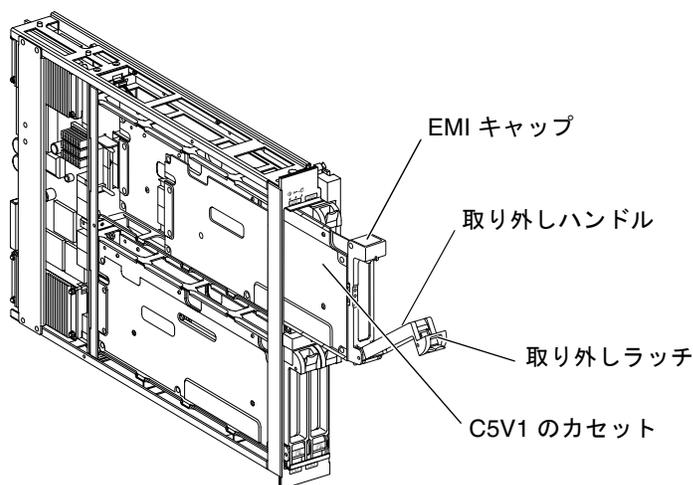

図 2-15 PCI カセットの取り外し
6. カセットの正面上部にある取り外しラッチを押し下げて、取り外しハンドル (図 2-15) を外し、カセットを慎重に取り出します。